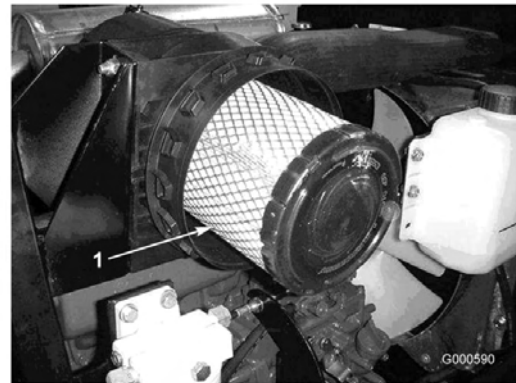

Bild 33
3. Entfernen und wechseln Sie den Hauptfilter aus (Bild 33).